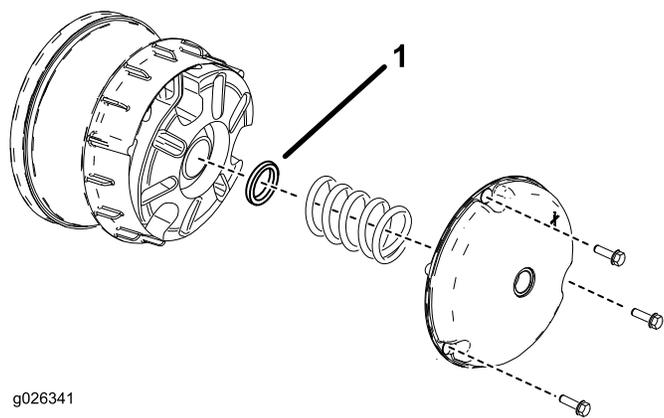

Рисунок 64
2. Отверните болты крепления крышки первичной муфты сцепления, как показано на Рисунок 64.